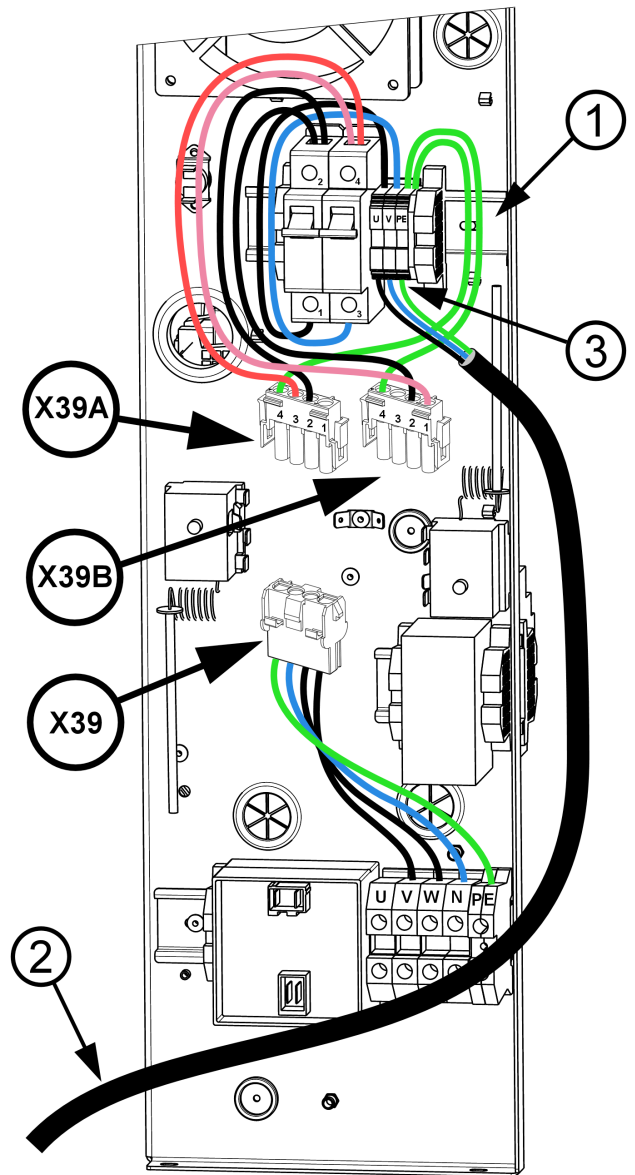

Рисунок 13: Подключение комплекта зонта 0610
Вверните DIN-рейку с предохранителем и клеммами из комплекта (1) в специальное отверстие в задней стенке электрической панели с помощью болтов M4x10, амортизирующих прокладок и гаек (в комплекте) (рис. 13).
Подключите отдельные провода кабеля питания (2) снизу (3) к клеммам U, V и PE из комплекта зонта (рис. 13).